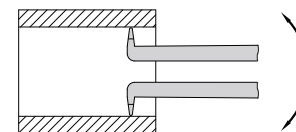
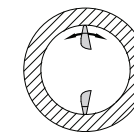

fig.2
fig.3
4. Mode d'emploi : appuyez sur le levier de commande pour que la distance entre les deux pointes de mesure soit inférieure à l'alésage à mesurer. Introduire le pied à coulisse dans l'alésage, relâcher le levier de commande pour que les deux pointes de mesure soient bien en contact avec l'alésage, faire pivoter légèrement le pied à coulisse le long de l'axe et du rayon de l'alésage, pour trouver le minimum axial (fig.2) et le maximum radial (fig.3), et obtenir le résultat du pied à coulisse. Lorsque vous mesurez la largeur, recherchez la valeur minimale et obtenez le résultat.